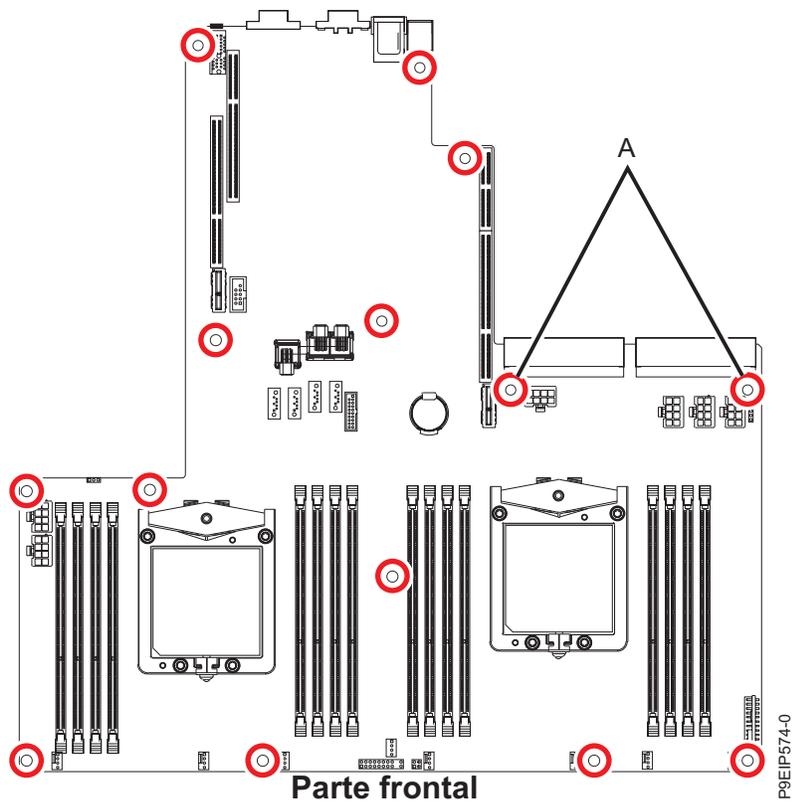

Figura 49. Ubicaciones de los tornillos. Los dos tornillos en (A) son ligeramente más largos.
17. Alinee y atornille los tornillos 14 en la placa posterior del sistema. Las ubicaciones de los tornillos aparecen en la Figura 49 en la página 51.